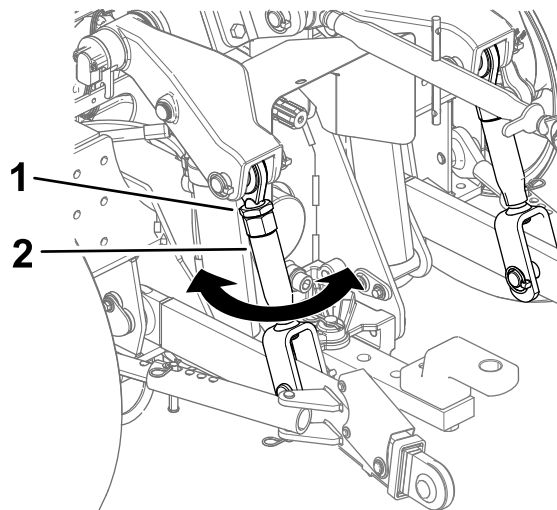

Figura 24
1. Allentate il controdado su ciascun attacco di sollevamento (Figura 24).
2. Regolate l'attacco di sollevamento dentro o fuori fino a quando l'attrezzo non è livellato (Figura 24).
3. Serrate il controdado (Figura 24).